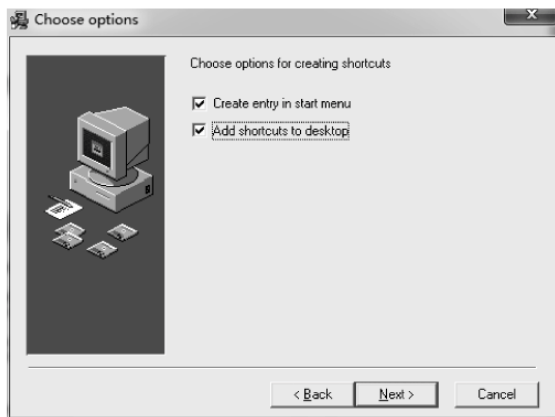

图 3.13 创建图标
(4) 选择在桌面创建快捷方式,单击 Next 按钮,如图 3.13 所示。